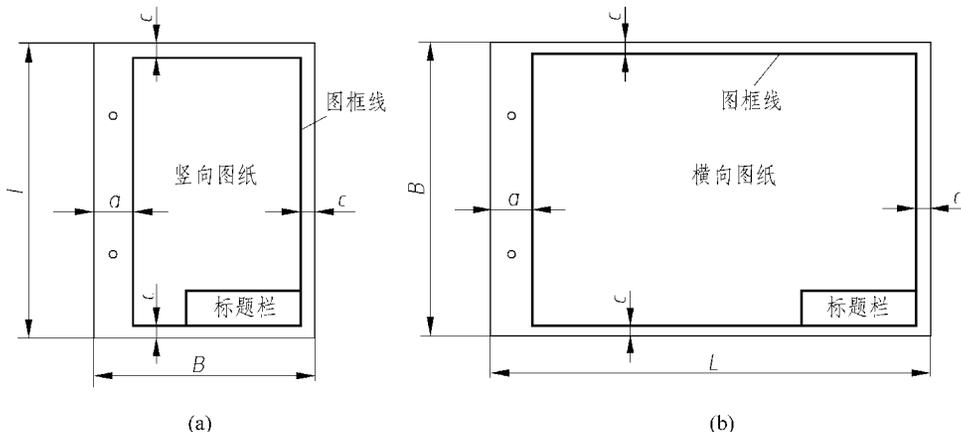

图 1.3.2 留装订边的图纸格式
(1) 留装订边的图纸,其图框格式如图 1.3.2 所示,尺寸按表 1.3.1 的规定。